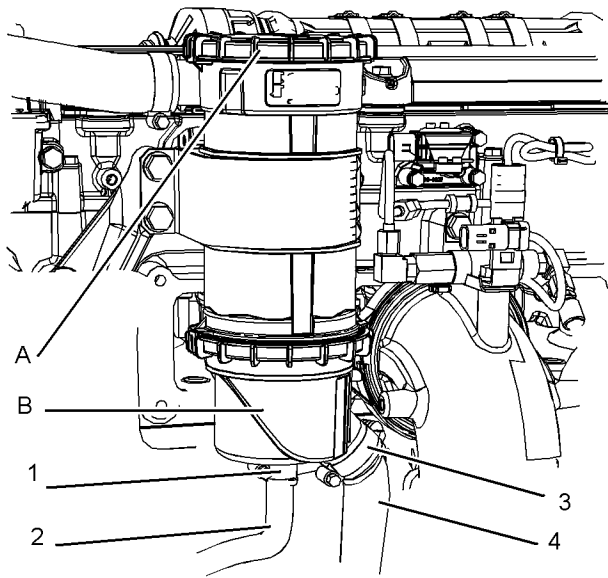

Ilustración 102
1. Afloje la presilla (1) y quite la manguera (2). Afloje la presilla (3) y quite la manguera (4). Consulte la ilustración 102 .
2. Quite la tapa (B) del cuerpo del respiradero (7). Si es necesario, quite el sello anular (8) y deséchelo.
3. Quite el elemento de filtro (6) del cuerpo del respiradero y deseche el elemento de filtro anterior.
4. Si es necesario, instale un sello anular nuevo (8).
5. Asegure la orientación correcta del elemento de filtro nuevo (6) e instale el elemento de filtro en el cuerpo del respiradero.
6. Instale la tapa (B) presionando solamente con la mano.
7. Instale la manguera (4) y apriete la presilla (3) firmemente. Instale la manguera (2) y apriete la presilla (1) firmemente.